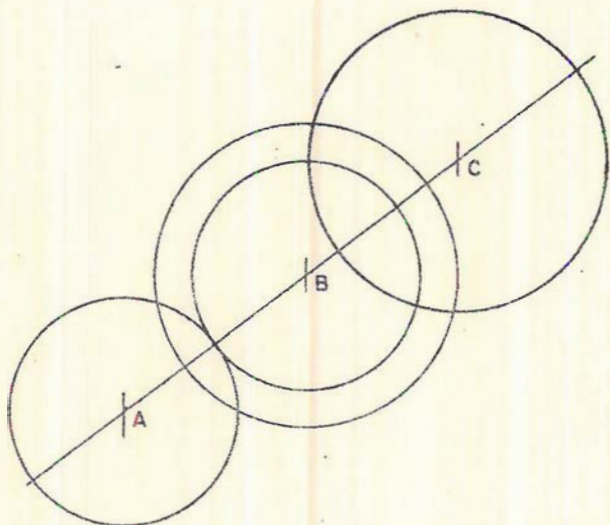

Fig. 19
- d) Con la dimensión del radio del segundo cilindro, haga centro en los puntos B y C, y trace las dos circunferencias. Fig. 19.